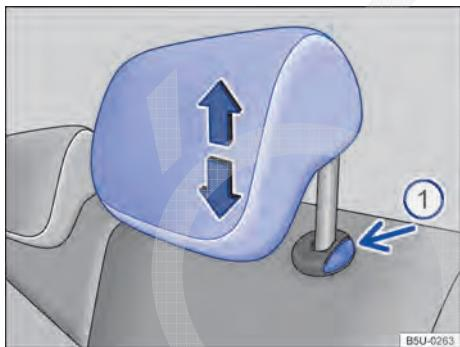

Fig. 46 Ajustar o apoio para cabeça traseiro.
- Empurrar o apoio para cabeça para cima na direção da seta → Fig. 46 A ou com o botão → Fig. 46 B pressionada, empurrar para baixo → .